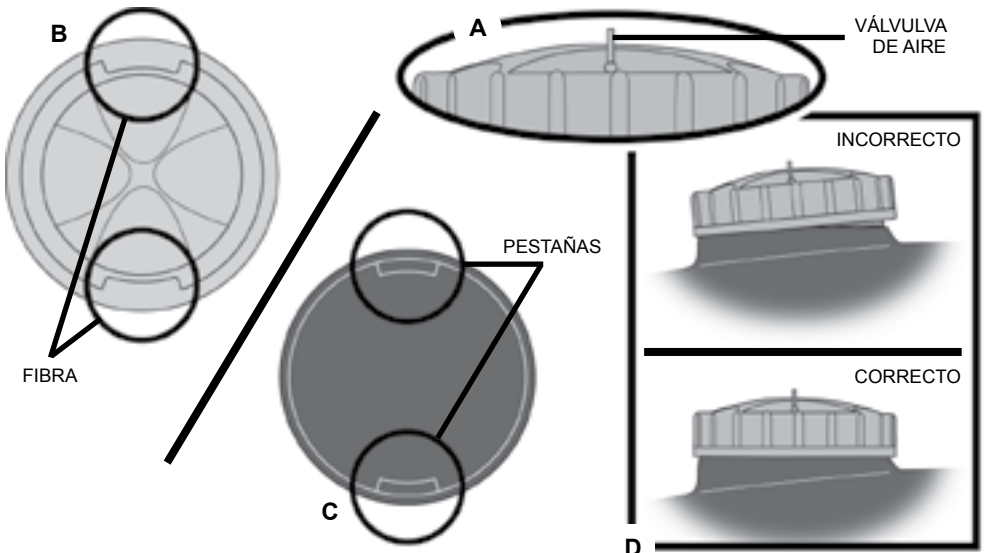

FIGURA 8
**NOTA:** No retire ni corte la pequeña válvula de plástico sobre la Tapa del Tanque de Agua (FIGURA 8-A). No voltee la unidad cuando el Tanque esté lleno, puede gotear una pequeña cantidad de agua.
4. Ponga nuevamente la Tapa del Tanque de forma que la fibra debajo de ésta (FIGURA 8-B) esté alineada con las pestañas del orificio de llenado (FIGURA 8-C). Presione la Tapa del Tanque para que se ajuste al orificio de llenado. (FIGURA 8-D). Haga un cuarto de giro en el sentido de las manecillas del reloj (como lo indica la ilustración "lock" en la Tapa) para asegurarla.